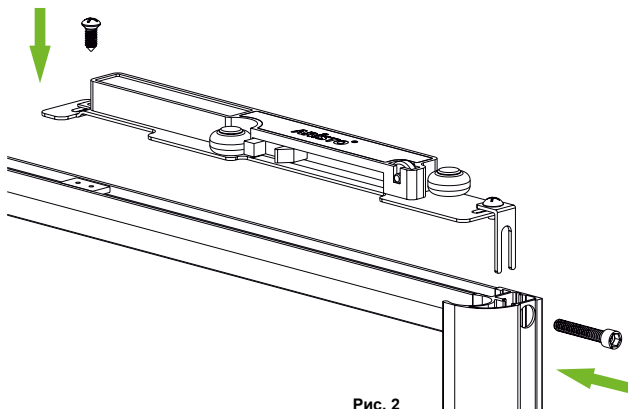

Рис. 2
- 2 Устанавливаем доводчик на дверь (рис.2) При установке доводчика на ранее собранную дверь, необходимо убрать верхние ролики (доводчик устанавливается вместо них). Доводчик крепится в двух точках: первая - сборочным винтом вместо верхнего ролика, вторая - саморезом (входит в комплект) в закладной элемент, установленный на предыдущем этапе.